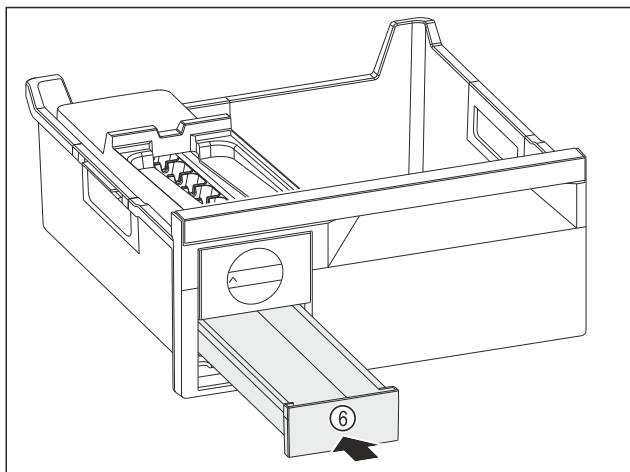

Fig. 82
- Eiskubus-Schubfach Fig. 82 (6) einschieben.